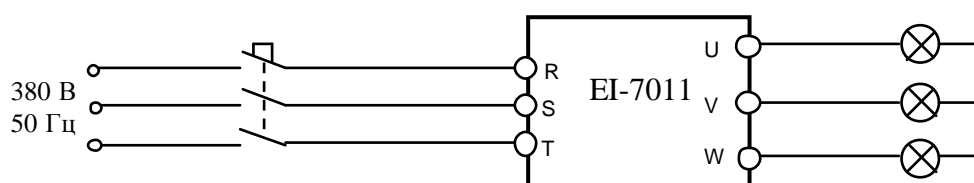

Рис. 4.11. Подключение ПЧ к сети 3ф 380В
4.10.1. Подключить три лампы к выходным клеммам U, V, W преобразователя частоты. Подать питание ~380 В 3Ф (рис. 4.11).